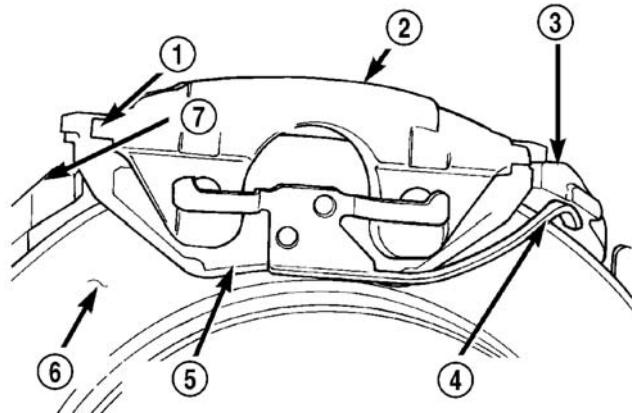

图 14 制动钳的拆卸与安装
(11) 使用下列程序从适配器上卸下后制动钳。首先从适配器上向上转动制动钳的前部。然后将制动钳的后部和外制动蹄片防振夹子从适配器的后支座下拉出 (图 14)。
(3) 将驱动轴装入轮毂 / 轴承中与后动力传动系模块的输出轴上。安装驱动轴时,首先将驱动轴的外万向节滑入轮毂 / 轴承中,然后按压驱动轴的内万向节,将其安装到动力传动系模块的输出轴上。
(4) 在轮毂 / 轴承上安装制动盘。
(5) 按照和拆卸相反的顺序小心地将制动钳和制动蹄片降至制动盘上,并安装到制动钳适配器上(图 14)。